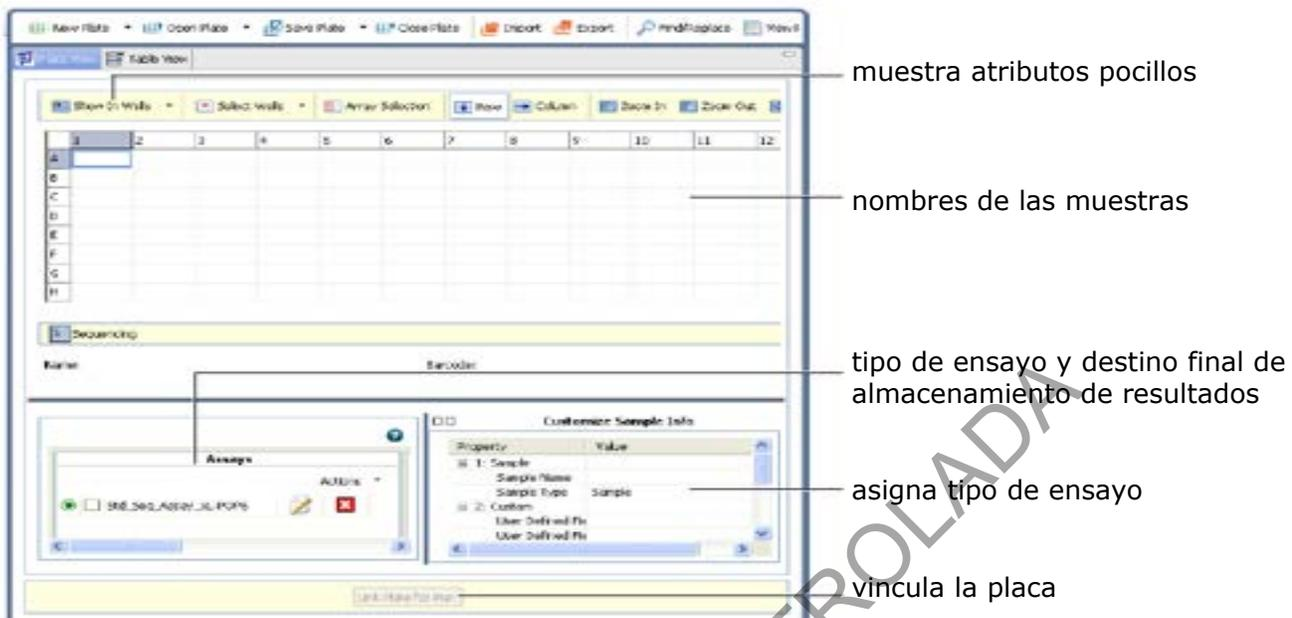

Figura 33. Cuadro de asignación de contenidos de la placa.
7.15.5 Seleccione todas las casillas de las muestras y escoja el tipo de ensayo (esquina inferior izquierda). Para esto, debe escoger "**Add from Library**" y a partir de la ventana que se despliega seleccionar en el filtro: "**HID**". Luego, proceda a elegir los ensayos, según el kit comercial utilizado, ejemplo: CS7, Fusion, Global Filer, entre otros. De esta manera se estará ligando las condiciones de corrida específicas según cada ensayo (ver anexo 5 con las condiciones de corrida). Cuando haya finalizado, de click en la casilla: "**Add to Plate**", luego "**Close**".(ver figura 33)
7.15.8 Seleccione "**Save Plate**", esta opción se encuentra en la parte superior de la pantalla. (ver figura 33)